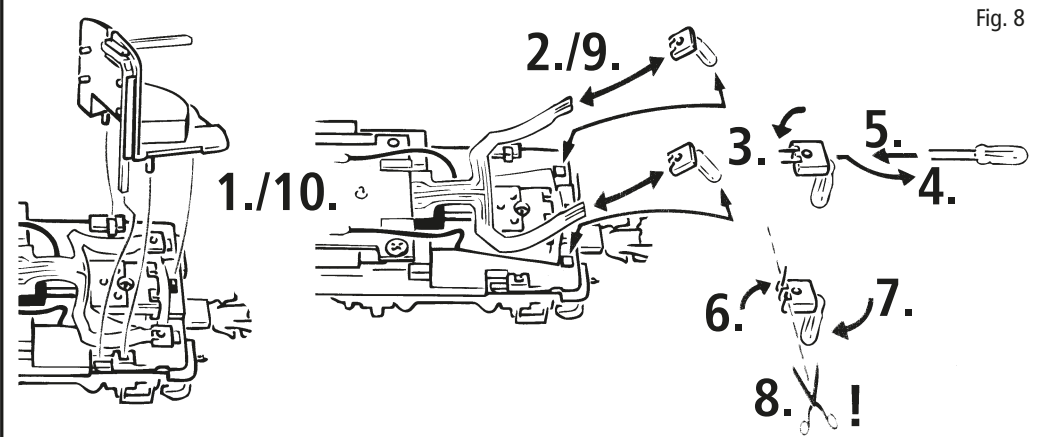

Fig. 8
3. Lämpchenwechsel: Bitte nehmen Sie zuerst das Lokgehäuse ab (Fig. 5). Danach können Sie die **Lämpchen** wechseln (Fig. 8).
3. Change of lights: First remove loco body (fig. 5) and then change lights (fig. 8).
3. Remplacement des ampoules: Veuillez démonter d'abord la caisse de votre locomotive (fig. 5) puis vous pouvez **échanger les ampoules** (voir fig. 8).